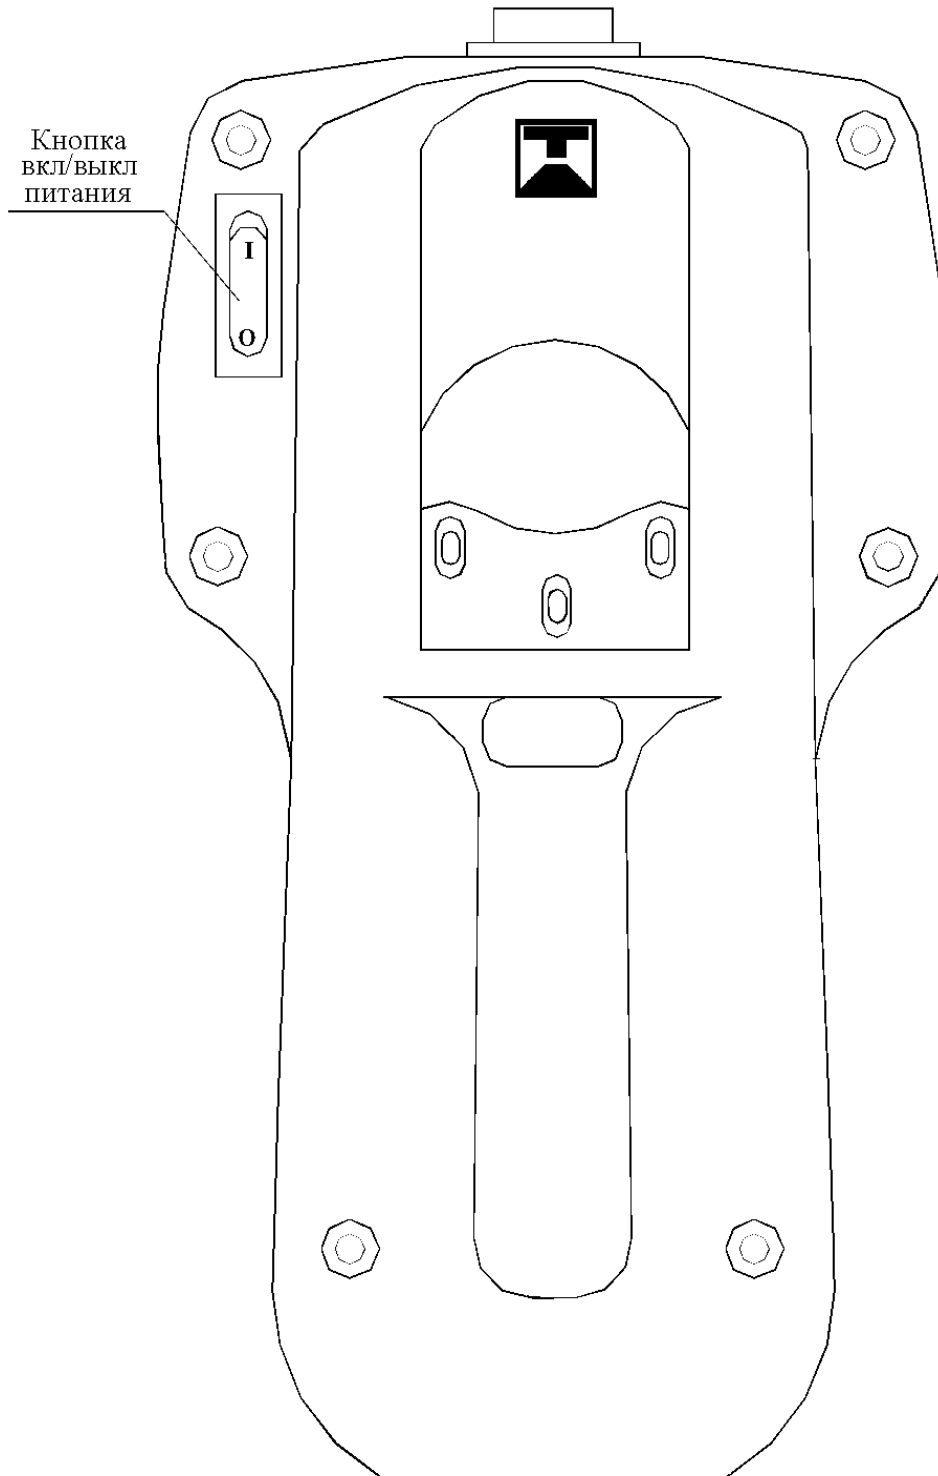

Рис. 7.1.9 – Схематичной изображение обратной стороны пульта ПДУ.
- переключением кнопки на задней стороне ПДУ в положение “включено” (I) (Рис. 7.1.9) сначала включить питание дистанционного пульта;
На экране монитора появится зона индикаторов крана (Рис. 7.1.7). Для отключения режима “управление краном” необходимо нажать кнопку “выбор режима” или перевести тумблер питания ПДУ в положение “выключено” (O) (Рис. 7.1.9). Расположение и название кнопок отображено на рисунке 7.1.8.